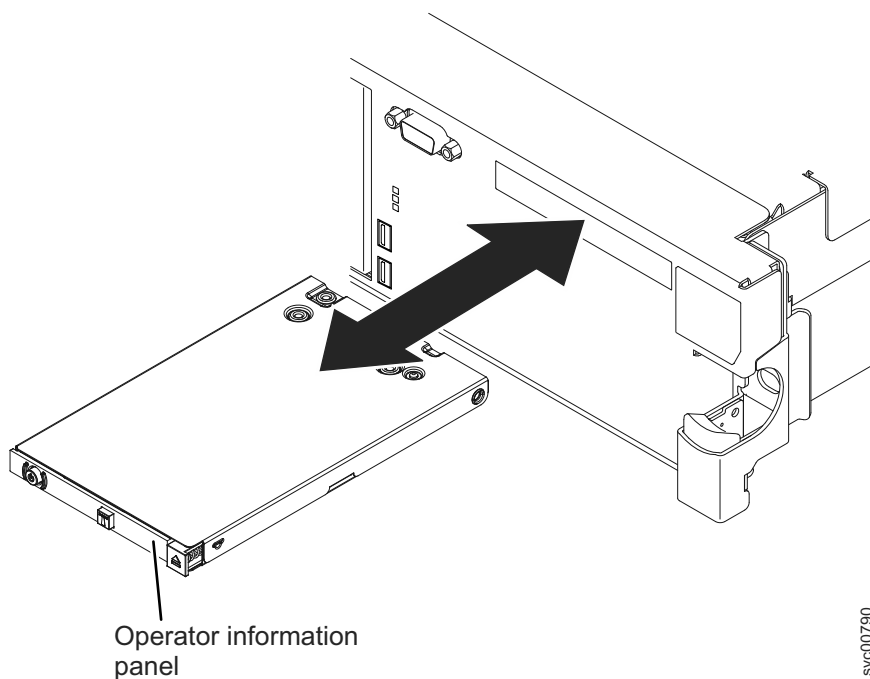

Figura 254. Removendo o conjunto de painéis de informações do operador do 2145-DH8
4. Na parte frontal do nó, deslize o conjunto de painéis de informações do operador para fora do nó, conforme mostrado na Figura 254.